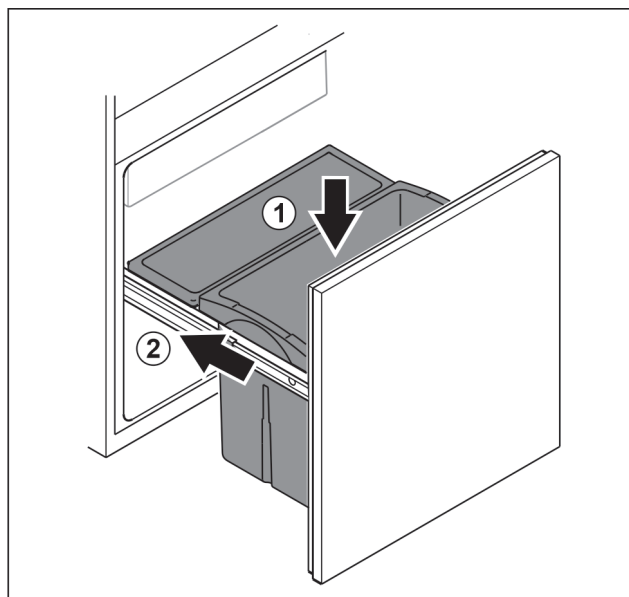

Fig. 161
- Umetnite ladicu s gornje strane. Fig. 161 (1)
► Gurnite izvlačnu kutiju. Fig. 161 (2)